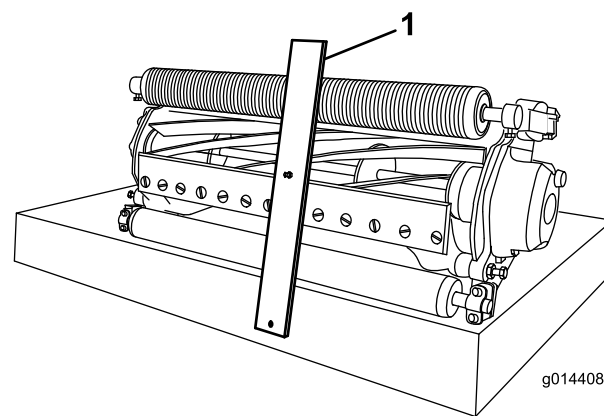

图10
2. 将剪草高度调刀尺的螺栓头钩在底刀刀刃的右侧并将调刀尺的后端放到滚筒后部上 图10。